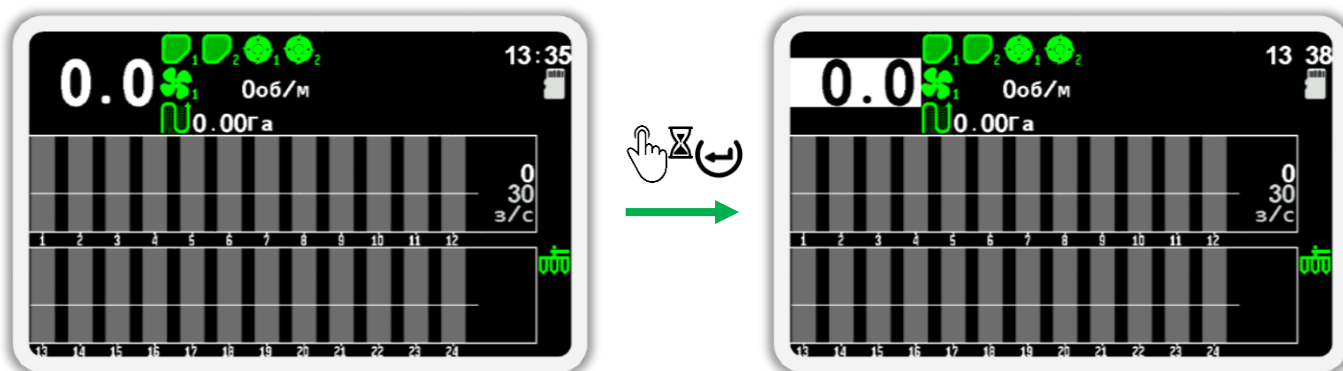

Рисунок 33 Переход в режим настройки датчиков. На рисунке справа изображен выбранный датчик скорости (его фон окрашен белым цветом).
- Находясь на главном экране (см. Рисунок 33), на пару секунд нажмите кнопку   «Меню» для перехода в режим настройки параметров датчиков.